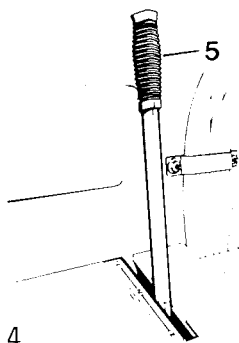

Fig 14
- 2 Ställ växelväljaren (5), fig 14; i läge 1 (se dekal).
- 3 Starta dieselmotorn. Ställ varvtalsreglaget (16) så att varvräknaren (13) visar 2400 rpm. Finjustera genom att vrida varvtalsreglagets överdel.
- 4 För fram/backspaken (15) i önskad färdriktning och reglera hastigheten med reglaget.
- 5 Vid körning på asfalt slå på bevattningsanläggningen (11) (endast CA 15A).
- 6 Koppla in vibrationerna med vibrationstillslaget (19), när välten är i rörelse. Om motorvarvtalet sjunker, justera till 2400 rpm.